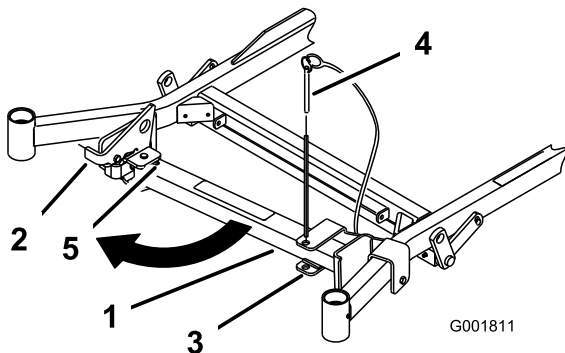
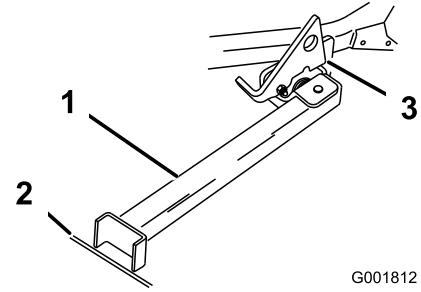

Figura 36
Figura 37
2. Retire el pasador del soporte (Figura 36).
4. Gire el pie del soporte hacia adelante, y deslice el soporte hacia la máquina, hasta que encaje en la parte de abajo de la ranura (Figura 36 y Figura 37).
5. Ponga el pie del soporte en el suelo con el enganche descansando sobre la pestaña de giro (Figura 37).
**Nota:** Para obtener los mejores resultados, coloque el pie del soporte en una ranura de la acera o en el césped (Figura 37).
7. Conduzca la máquina sobre el soporte. Pare cuando el enganche caiga por encima de la pestaña a la posición bloqueada (Figura 37).
5. Ponga el soporte de nuevo en su posición de descanso (Figura 36).